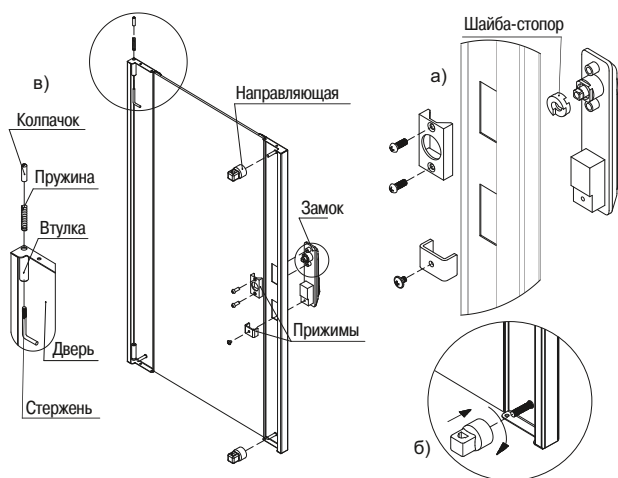

Рисунок 12 – Сборка дверей
3.4.1 Извлеките из второго места стеклянную или перфорированную дверь, в зависимости от комплектации. Вставьте замок в посадочные квадратные отверстия, закрепите замок прижимами (рисунок 12 а), направляющие наворачните на шпильки (рисунок 12 б).
3.4.2 Для сборки петли сначала вставьте пружину во втулку, пропустите во втулку стержень и заверните колпачок (рисунок 12 в).